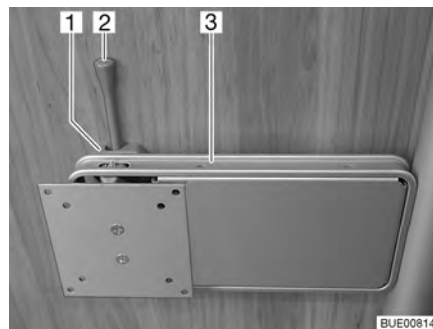

Bild 51 Fäste på pelare
- Tryck låsspaken (Bild 51,2) åt sidan och sväng fästet (Bild 51,3) med den platta bildskärmen till önskat läge.
- Vrid tillbaka den platta bildskärmen tills fästet (Bild 51,3) hakar fast i låset (Bild 51,1).